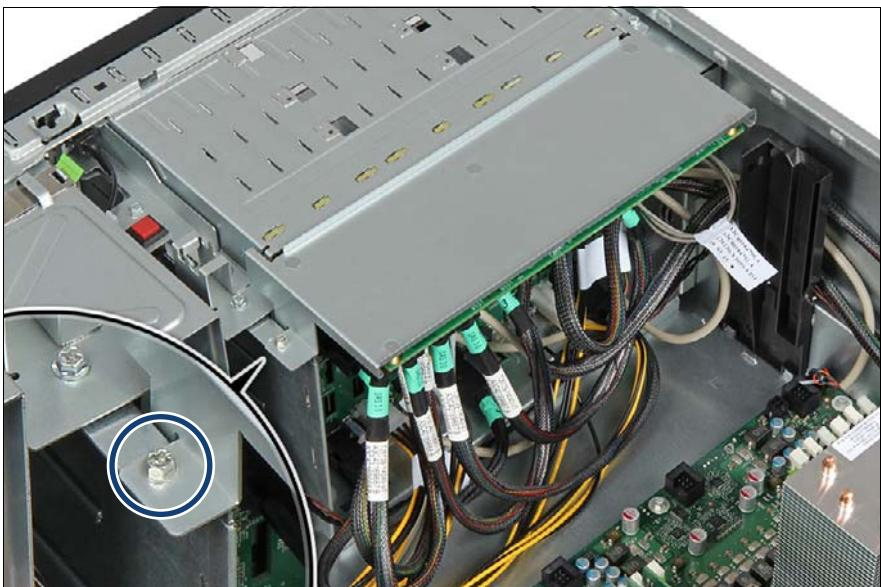

図 104: SAS エキスパンダホルダーの取り外し (A)
- ▶ SAS エクスパンダホルダーをネジで固定します（図 104 を参照）。